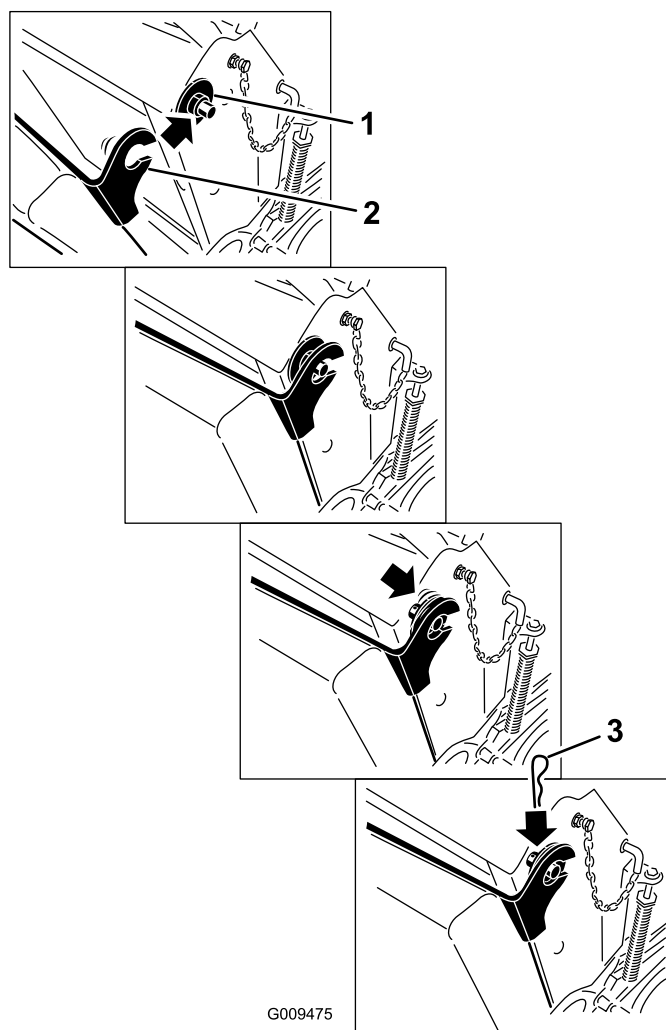

Figura 36
6. Levante el cojín y deslícelo sobre los pasadores en cada lado de la máquina (Figura 36).
7. Introduzca las arandelas grandes con casquillos de plástico en los soportes del cojín y sujételos con pasadores de horquilla (Figura 36).